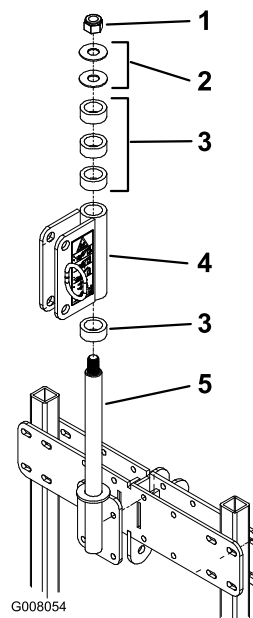

Figure 11
10. Insérez une entretoise de tuyau et le pivot d'attelage sur l'ensemble axe (Figure 11).
11. Insérez 3 entretoises de tuyau et 2 rondelles sur l'ensemble axe. Fixez le tout avec un contre-écrou de 1" (Figure 11).